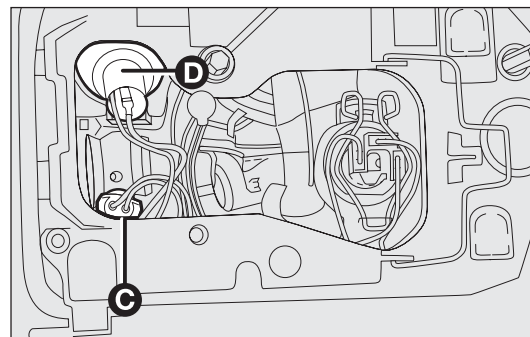

fig. 142
- tourner le porte-lampe C-fig. 142 et l'enlever (fixation par pression) ;
- tourner le porte-lampe D-fig. 142 et l'enlever (fixation par pression) ;